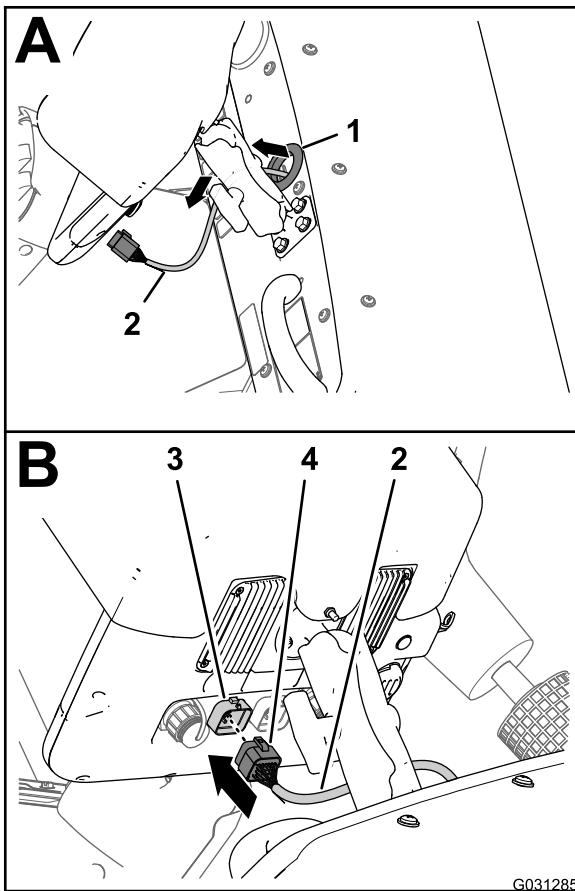

Bild 168
5. Verlegen Sie den 220-cm-Zweig des Datenkabelbaums nach oben durch die Scheibe, die das Loch im Armaturenbrett umgibt (Bild 168).
6. Fluchten Sie den 26-Buchsen-Stecker des Datenkabelbaums mit dem 26-Stift-Stecker der Sprühanzeige aus und drücken Sie die Buchsen-Stecker in die Stift-Stecker, bis der Riegel des Steckers einrastet (Bild 168).